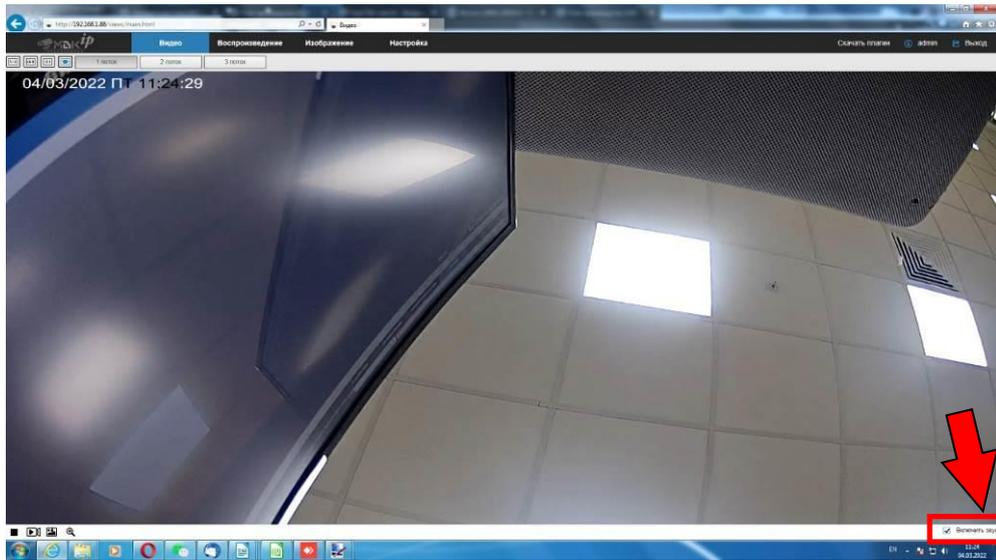

Рисунок 23
3.15. Поставить галочку в строке «Включить звук» (рисунок 23) и проконтролировать наличие звука, надев наушники.